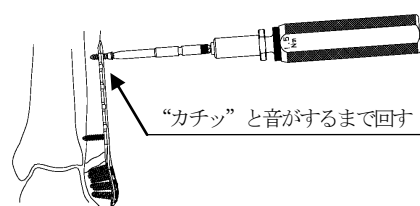

図 22
- 4) ヘクスローブ 15 パワービンドライバー後端にトルクリミッター付きハンドル 1.5 を接続し、軸芯を傾けないよう、選択した長さの 3.5 ロッキングスクリューを挿入します。(図 22)